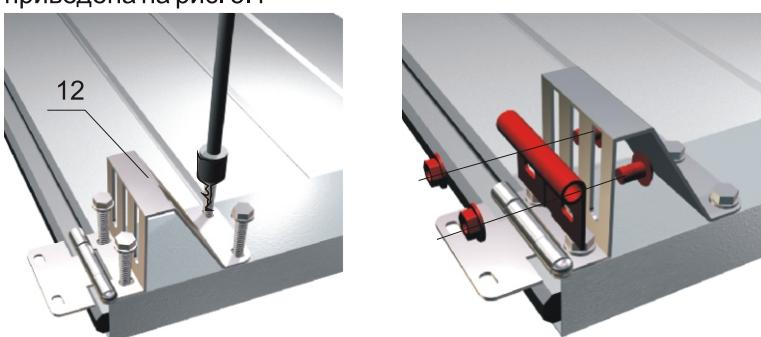

Рис. 5.2 Установка и сборка боковой опоры с держателем ролика
Для установки боковых опор с держателем ролика (12) сначала выполните их предварительную разборку, отверните держатель ролика (Рис. 5.2). Затем установите боковую петлю по отверстиям (сверлятся в цехе изготовителя) на панели **параллельно плоскости стыка** панелей и приверните ее болтами-саморезами (Рис. 5.2.). После установки боковой петли установите и закрепите на ней держатель ролика (рис.5.2).